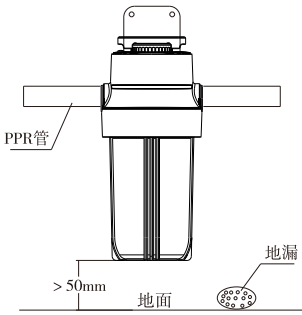

图5
- ⑤根据实际进出水口的方向，将固定件用配套的螺钉安装在控制阀上,如图5。
⑥安装需保证产品离地面>50mm距离空间，以便更换滤芯，如图5。